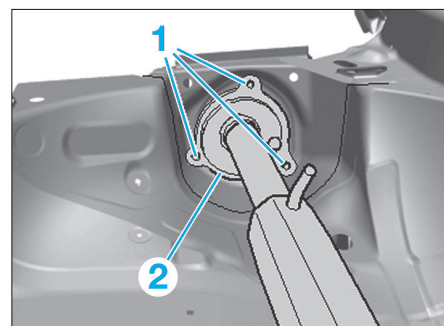

FIG. 36
• Percer des trous (1) de 10 mm de diamètre et immobiliser en plus la tourelle de jambe de force munie de son renfort en la vissant sur le support de tête (2) (Fig.36).